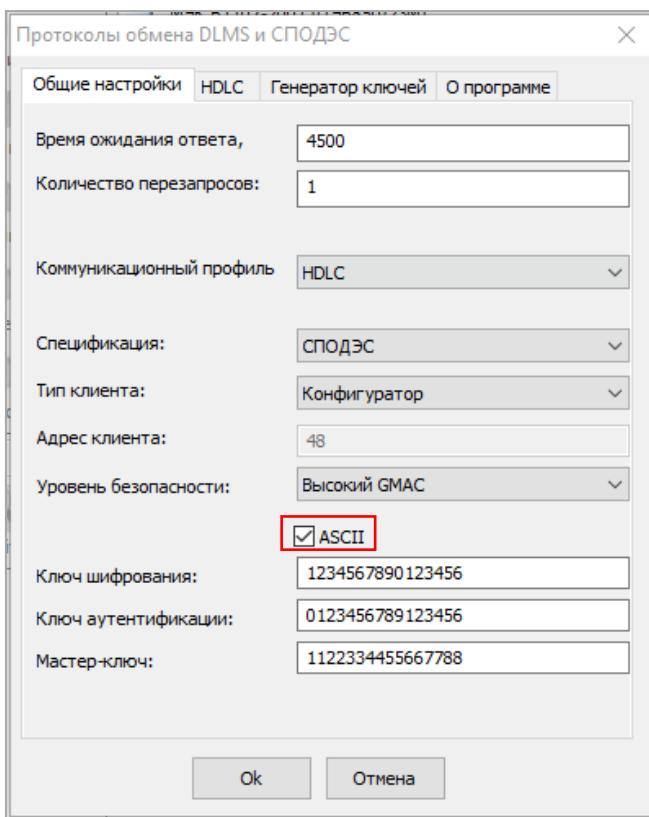

Рисунок 30 - Ввод ключей в символьном виде
- символами (галочка ASCII включена), см. рисунок 30;